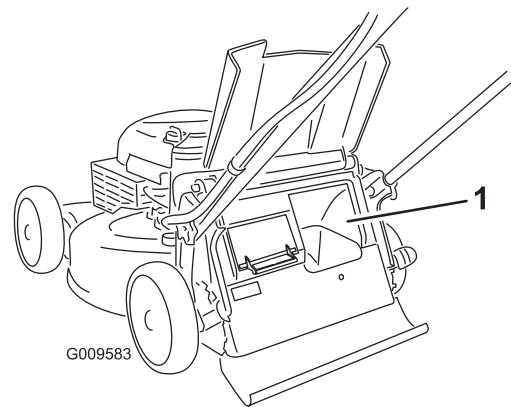

Bild 23
**Wichtig:** Für einen einwandfreien Betrieb sollten Sie Schnittgut und Rückstände von der Klappe des zuschaltbaren Fangkorbs und den umgebenden Öffnungen entfernen (Bild 23), bevor Sie die Stellung des Hebels für den zuschaltbaren Fangkorb ändern.